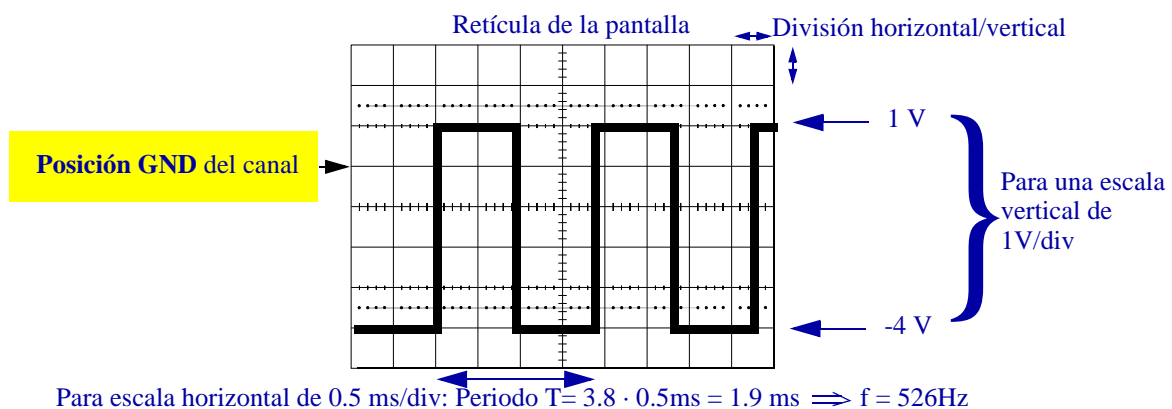

Figura 17: Ejemplo de representación de una señal cuadrada en el osciloscopio
En este modo de representación, que es el normal, se visualizan una o las dos señales de tensión que recibe por sus canales de entradas (13) a través de las puntas de las sondas. En la Figura 17 se observa un esquema de la pantalla cuando se visualiza una señal cuadrada, que usaremos como ejemplo. Como se observa, la pantalla está dividida en una retícula de
En el ejemplo de la Figura 17, la posición GND está en la primera división encima de la línea central. Como la escala es de 1 V/div y la señal oscila entre 5 divisiones verticales, su valor pico-pico es  $V_{pp} = 5$  V. Como el valor alto de la señal está 1 división por encima de GND, el valor alto de la señal es  $V_H = 1$  V (este **no es un valor digital** apropiado para las tecnologías que usaremos). En cuanto al valor bajo, como está 4 divisiones por debajo de GND, vale  $V_L = -4$  V.